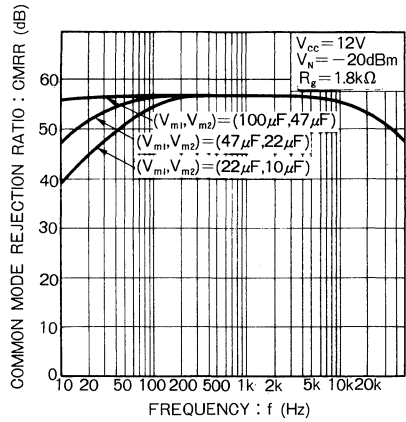

Fig.10 同相入力抑圧比一周波数特性
- (1) 2pin (V_{m1}), 6pin (V_{m2}) のコンデンサの容量については、リップル除去特性のために 2 : 1 の比を保ってください。2 : 1 の比を保っていれば、コンデンサの容量が半分になっても、リップル除去率には大きな変動はありません。
- (2) 2pin (V_{m1}) のコンデンサの容量を 2 倍、半分に設定すれば、低域の CMRR は +6dB, -6dB となります (Fig. 10)。